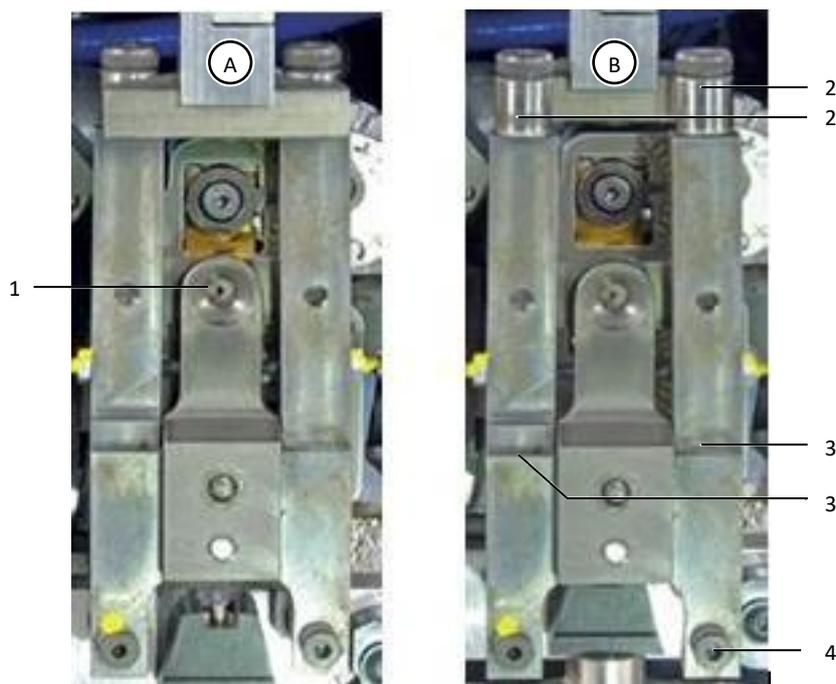

Abb. 23: Litzenfixiereinheit in Betriebsposition (A) und nach vorngezogen (B)
- Reinigen Sie den Einführtrichter (Abb. 23, Pos. 1) mit einem Pinsel.
- Ziehen Sie die Litzenfixiereinheit nach vorn (Abb. 23, Pos. B).
- Prüfen Sie, ob die Laufrollen (Abb. 23, Pos. 2) leichtgängig sind.
- Ölen Sie die Drehpunkte (Abb. 23, Pos. 3) der Litzenfixiereinheit.
- Stellen Sie sicher, dass sich die Litzenfixiereinheit in der vorderen Position befindet (Abb. 23, Pos. B).
- Entfernen Sie die rechte untere Schraube der Litzenfixiereinheit (Abb. 23, Pos. 4).